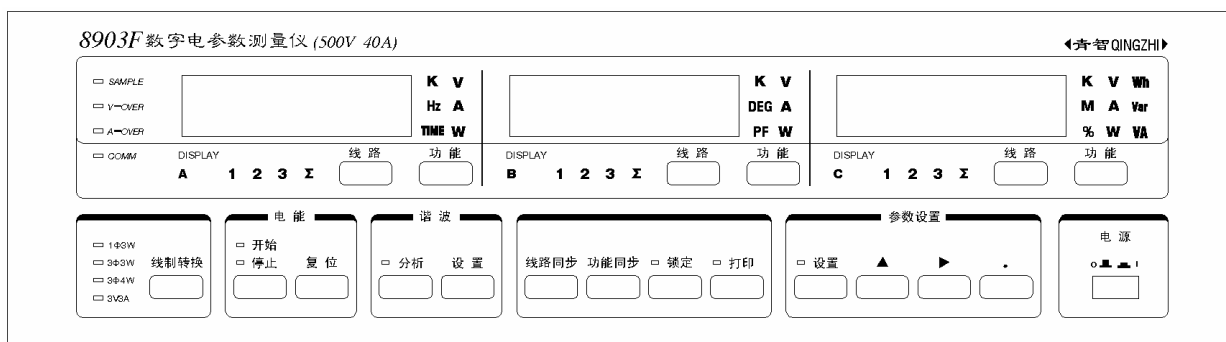

图 5 8903 F 前面板图
1. 8903F 型数字电参数测量仪的前面板图参见图 5。仪器前面板由电源开关部分，显示窗口部分，按键部分，状态指示部分组成。